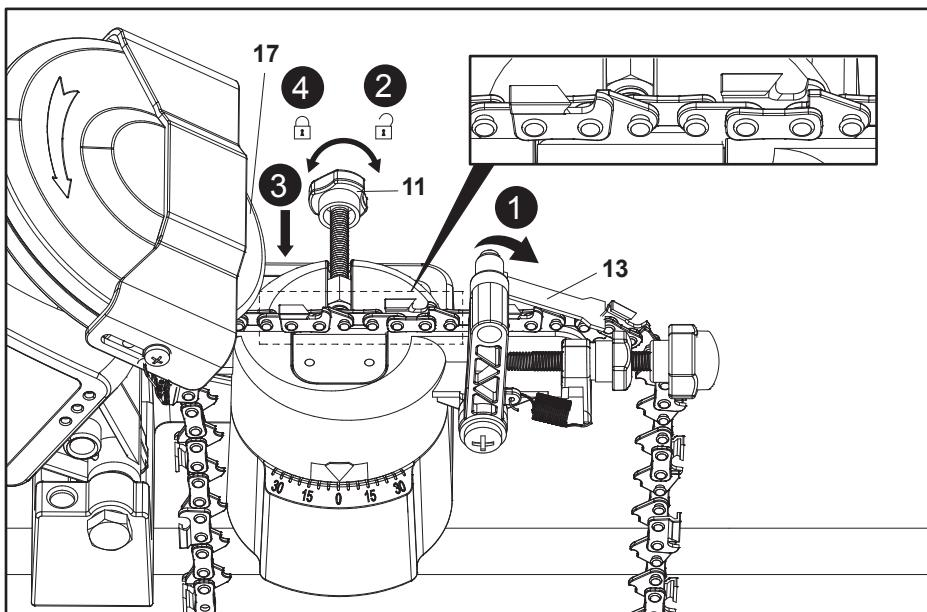

Fig. 4
1. Deslize o batente de corrente (13) para trás e deixe-o na posição aberta (Fig. 4, passo 1).
2. Abra a garra do torno rodando o botão de aperto (11) para a esquerda (Fig. 4, passo 2) até existir espaço suficiente para a corrente de serra.
3. Coloque a corrente de serra com os elos de ligação voltados para baixo dentro carril-guia e através da garra do torno (Fig. 4, passo 3). A direção de corte tem de estar voltada para o disco de desbaste (17).
4. Aperte ligeiramente a corrente de serra, rodando o botão de aperto (11) para a direita (Fig. 4, passo 4). Certifique-se de que a corrente de serra ainda se consegue mover livremente.